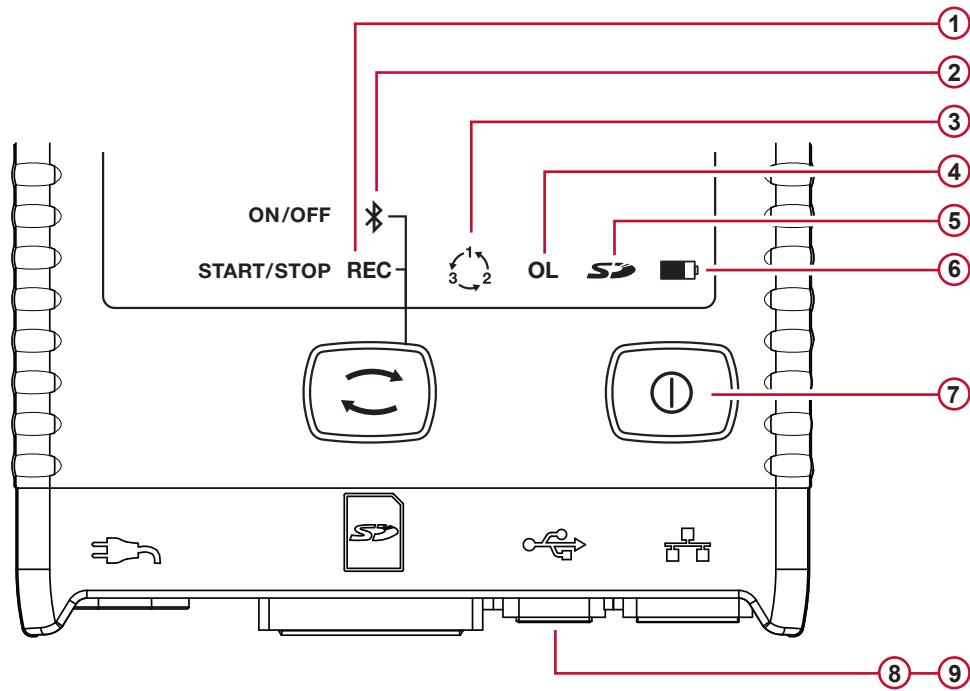

Abbildung 11
- Die Signallampen REC (grün, Nr. 1 auf Abbildung 11) und Bluetooth (blau, Nr. 2 auf Abbildung 11) leuchten nacheinander jeweils drei Sekunden lang auf. In diesem Zeitraum hat der Benutzer die Möglichkeit, ihre jeweilige Funktion wie unten beschrieben festzulegen.